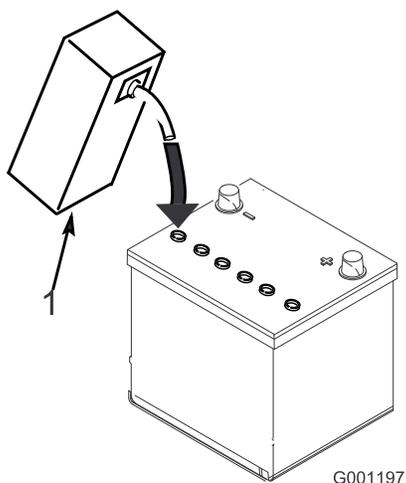

Figura 5
5. Llene cuidadosamente cada celda con electrolito hasta que las placas estén cubiertas con 6 mm aproximadamente de fluido (Figura 5).